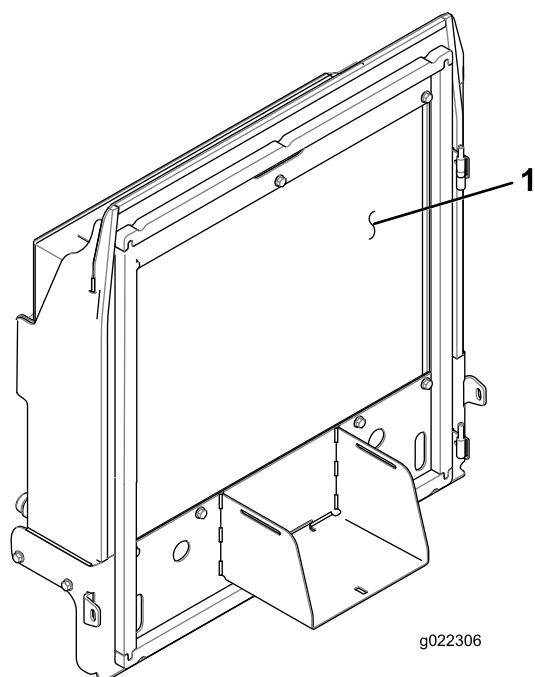

Figura 86
4. Limpe bem ambos os lados do radiador e do dispositivo de arrefecimento de óleo (Figura 86) com ar comprimido.